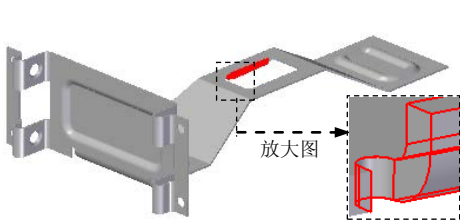
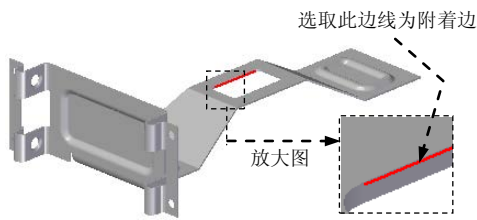

图 8.11.53 弯边特征 10
图 8.11.54 定义附着边
- (3) 定义倒角属性。在“倒角”命令条中单击  按钮，在 **折线:** 文本框中输入值 3.0，并按 Enter 键，单击鼠标右键。
- (4) 单击  完成 按钮，完成特征的创建。
Step25. 创建图 8.11.53 所示的弯边特征 10。
- (1) 选择命令。单击“主页”功能选项卡“钣金”工具栏中的“弯边”按钮 .
- (2) 定义附着边。选取图 8.11.54 所示的模型边线为附着边。
- (3) 定义弯边类型。在命令条中单击“从两端”按钮 ；在 **距离:** 文本框中输入值 1.5，在 **角度:** 文本框中输入值 90，单击“内部尺寸标注”按钮  和“材料外侧”按钮 ；调整弯边侧方向向上，如图 8.11.53 所示。